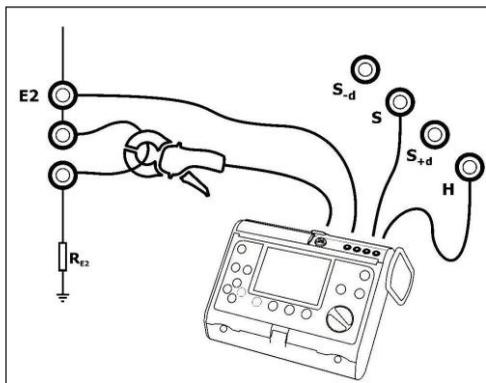

Fig. 10. Conexión del medidor
- conectar el medidor de la resistencia de las tomas de tierra (MRU-XXX) a las tomas según la Fig. 10,